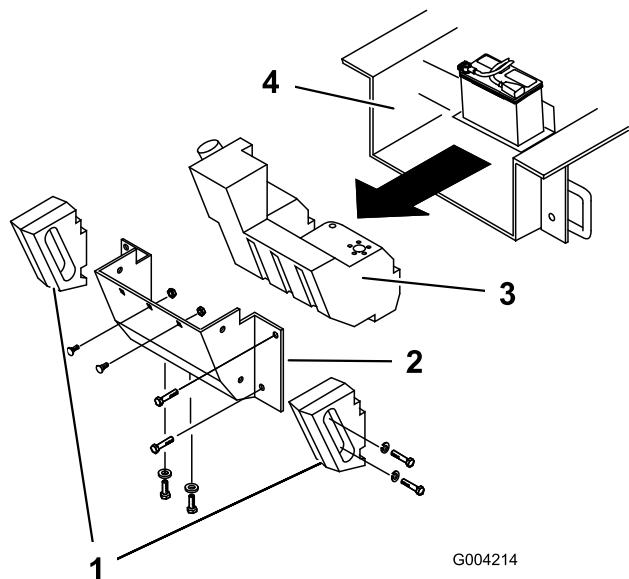

Figure 67
Pour cette raison, ouvrez régulièrement le capot et inspectez la zone au-dessous du moteur à l'aide d'une torche électrique. Si la couche de crasse fait entre 2,5 et 5 cm (1 et 2 po) d'épaisseur, suivez la procédure ci-après (consultez la Figure 67 à cet effet) :
5. Enlevez les boulons, les rondelles et les rondelles-freins de fixation des 2 masses latérales, puis déposez les masses (Figure 67).
8. Retirez les 6 écrous et boulons de fixation du panneau arrière et déposez le panneau (Figure 67).
10. Poussez le réservoir de carburant en arrière (Figure 67).
17. Glissez le réservoir partiellement dans le châssis (Figure 67).
23. Remettez le panneau arrière et fixez-le en place à l'aide des 6 boulons et écrous enlevés précédemment (Figure 67).
25. Montez les masses latérales à l'aide des boulons, rondelles et rondelles-freins enlevés précédemment (Figure 67).